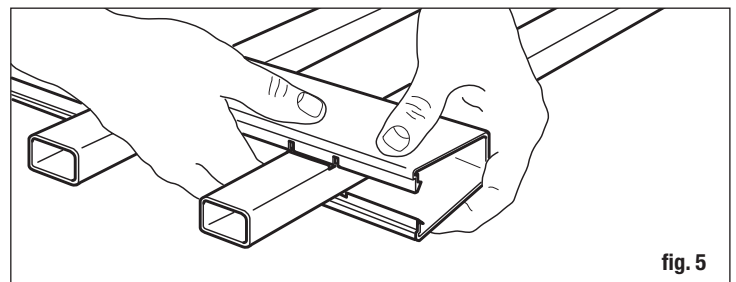

fig. 5
- Une fois tous les piquets en place, encliquez les traverses sur toutes les encoches de piquets en utilisant vos mains ou en tapant doucement avec un maillet en caoutchouc (fig. 5).
- En commençant par un coin, mélangez le béton dans le premier trou en suivant les instructions qui se trouvent sur le sac. Mélangez à fond et installez le poteau dans le trou et appuyez sur le poteau pour l'enfoncer à la profondeur qui convient. Mesurez pour vous assurer de pouvoir installer le panneau terminé au poteau avec un espace d'environ 5 cm (2 po) entre le sol et le bas du panneau. Vous aurez également peut-être besoin de laisser un peu d'espace entre le point le plus élevé du panneau et la partie supérieure du poteau (fig. 5). L'espace permet d'installer le plafond sur la partie supérieure du poteau sans qu'il y ait d'interférence avec la traverse supérieure.
- Una vez que todas las estacas estén en su lugar, deslice empujando todas las pestañas del pretil en todas las muescas de las estacas usando sus manos o golpee suavemente con un mazo de hule (fig. 5).
- Comenzando desde la esquina, mezcla el concreto en el primer orificio de acuerdo con las instrucciones de la bolsa. Mezcla completamente, instala el poste en el orificio y golpea el poste hasta la profundidad adecuada. Mide bien para asegurar que puedas instalar el panel terminado al poste con un espacio de aproximadamente 5.1 cm entre el suelo y la parte inferior del panel. También pudiera ser necesario dejar un espacio desde el punto más alto del panel hasta la parte superior del poste (fig. 5). El espaciado permite que el tope se instale en la parte superior del poste sin interferir con la baranda superior.